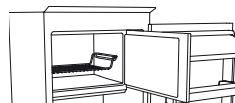
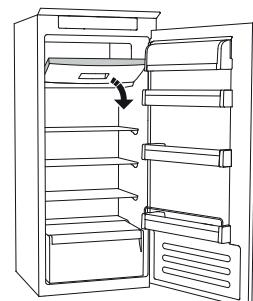

Рис. 1
Рис. 2
- розмістіть продукти на решітці, якщо вона є (рис. 1), або безпосередньо в нижній частині відділення (рис. 2);
- розмістіть продукти в середній частині відділення (\*\*\*\*\*) таким чином, щоб вони не торкалися вже заморожених продуктів. Відстань між упаковками має становити приблизно 20 мм (рис. 1 і 2).
СИСТЕМА НАКОПИЧЕННЯ ІНЕЮ (доступна залежно від моделі) спрощує процес розмороження морозильного відділення. Аксесуар для НАКОПИЧЕННЯ ІНЕЮ (рис. 1) розроблено для накопичення інею, який утворюється в морозильному відділенні. Його можна легко витягнути й очистити, отож час, необхідний на розмороження морозильного відділення, значно скоротиться.
- Відкрийте дверцята морозильного відділення та витягніть верхній контейнер (рис. 2).